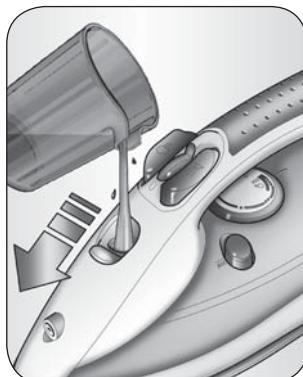

Fig. 3
- 2 Aprire lo sportellino (B), tenendo il ferro orizzontale riempire il serbatoio con acqua di rubinetto fino al livello massimo utilizzando il misurino (M) in dotazione (Fig. 3).
- 3 Richiudere lo sportellino (B).
- 1 Riempiere per un quarto il serbatoio dell'acqua utilizzando il misurino (M) in dotazione (Fig. 3).
- 2 Appoggiare il ferro su una superficie stabile in posizione verticale sull'appoggia ferro (G).
- 6 Far riscaldare il ferro fino a che la spia (H) si spegne per la seconda volta.
- 9 Premere il pulsante (K) di autopulizia "self clean" e mantenere il ferro in posizione orizzontale. Dai fori della piastra usciranno vapore e acqua bollente, che rimuoveranno le incrostazioni di calcare e le impurità accumulatesi all'interno della piastra.